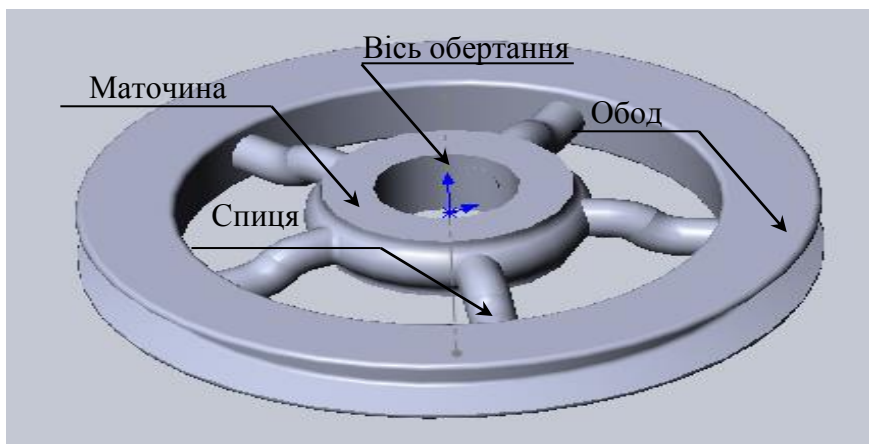

Рис. 6.1
Для створення деталі типу "шків" (рис. 6.1) необхідно освоїти деякі нові інструменти процесу моделювання. До них відносяться:
- **Елементи "повернути"**. Центром деталі (рис. 6.1) є елемент маточина. Цей елемент може бути створений на основі ескізу, який обертається навколо осі обертання.